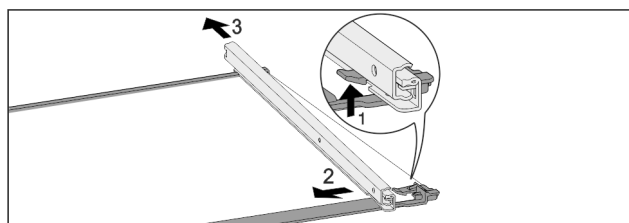

Fig. 69 Стеклянная пластина с направляющими
- ▶ Отожмите передний стопорный крючок вверх. Fig. 69 (1)
- ▶ Сдвиньте выдвижную направляющую в сторону Fig. 69 (2) и назад Fig. 69 (3).